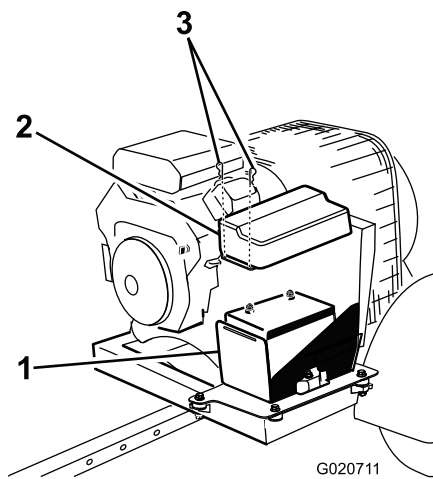

Figure 38
1. Déposez les clips qui fixent le couvercle de la batterie à son compartiment, et déposez le couvercle du compartiment (Figure 38).